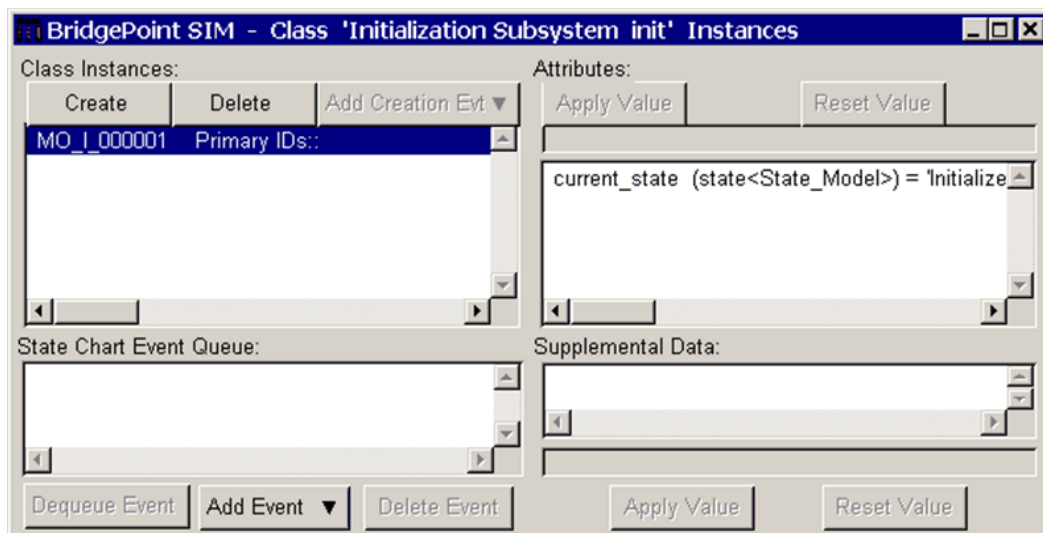

図 7-7: [Class Instances] ウィンドウ
- ☐ [Create] ボタンをクリックして、Initialization Subsystem init のインスタンスを作成します。作成されたインスタンスが [Class Instances] ウィンドウに表示されます（図 7-7 を参照）。